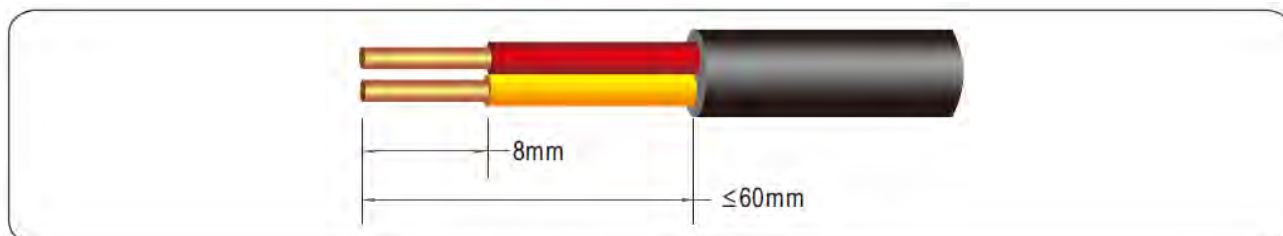

Figura 5.19 Spelatura di un cavo di comunicazione RS485 (unità: mm)
**Fase 1** Rimuovere una lunghezza appropriata dello strato isolante dal cavo utilizzando una pinza spellafili, come illustrato nella Figura 5.19.